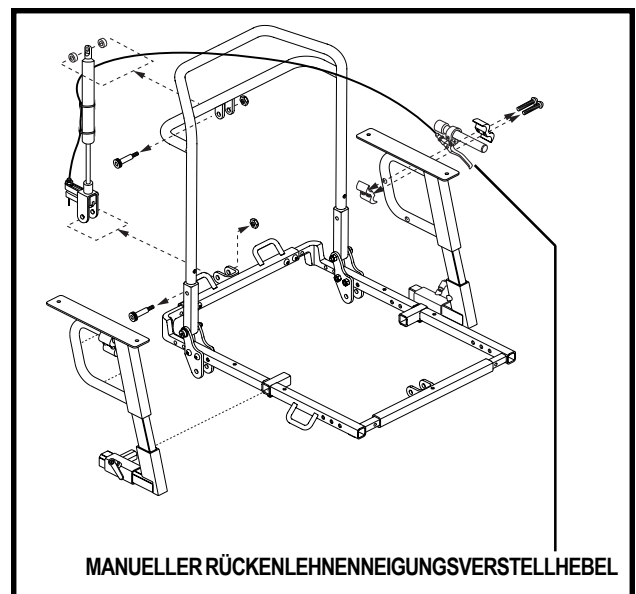

Abb. 11. Manuelle Einstellung der Rückenlehnenneigung
1. Drücken Sie mit Ihrem Rücken fest gegen die Rückenlehne und drücken Sie den Einstellhebel, der an Ihrer Armlehne befestigt ist. Siehe Abb. 11.